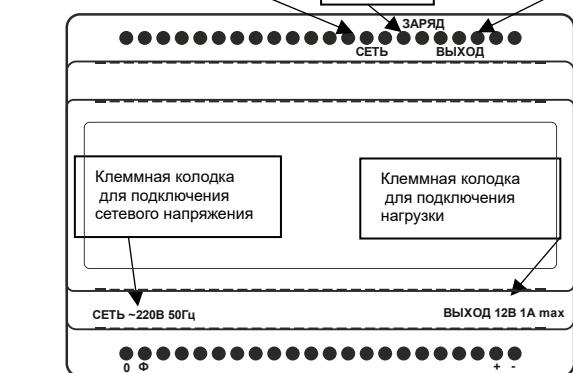

Рисунок 1 – Внешний вид изделия
- возможность отключения встроенной АКБ с помощью выключателя АКБ (см. рисунок 1). Указанный выключатель предназначен для отключения встроенной АКБ при транспортировке, хранении, или в случае длительного перерыва в эксплуатации источника;
Источник оснащен выключателем АКБ для включения/выключения встроенной АКБ, имеет две клеммные колодки для подключения входных и выходных проводных соединений и следующую светодиодную индикацию (см. рисунок 1):